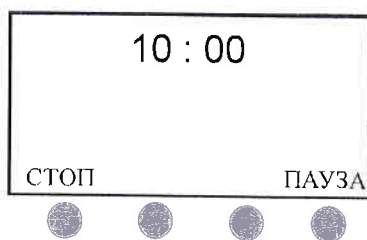

Рисунок 4
- В режиме работы: «СТОП», «ПАУЗА». (Рис.4)